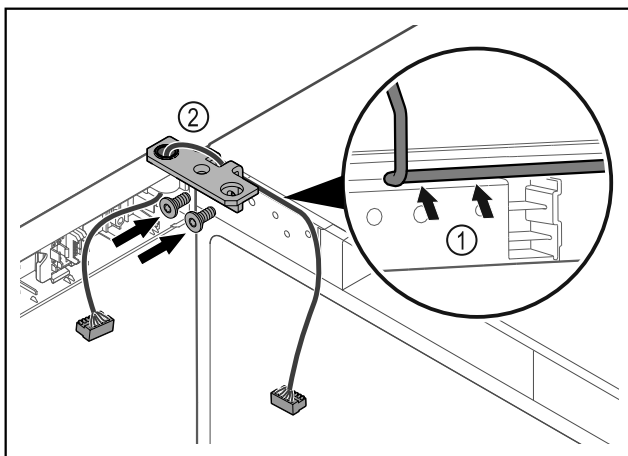

Fig. 41
- Prevlečte kábel cez vybranie uholníka závesu a opatrne ho položte Fig. 41 (1).
- Naskrutkujte uholník závesu Fig. 41 (2).